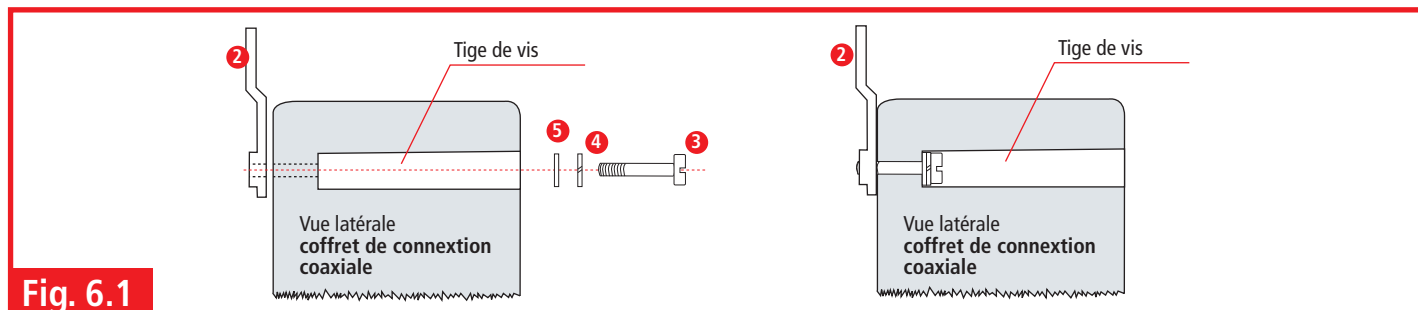

Fig. 6.1
Lors de l'assemblage des câbles, les directives techniques indiquées à la fig. 6.1.b doivent être respectées!
8. ➔ Le câble de raccordement est relié à la borne en cuivre au moyen de la cosse M8. L'autre extrémité du câble de raccordement est raccordée au point de raccordement de la conduite au moyen de la cosse M10 (voir fig. 6.1.a).
9. ➔ Le conducteur intérieur du câble coaxial est raccordé à l'autre point de raccordement de la conduite (voir fig. 6.1.a) au moyen de la cosse M10 fournie (écrou à visser M10, rondelle ressort).
Voir à ce sujet la fig. 6.1.a